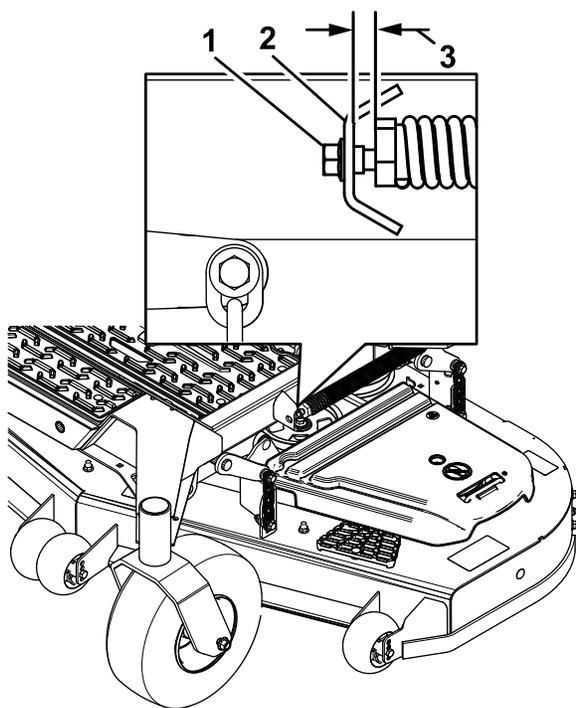

Figura 81
10. Slăbiți încet urubul de reglare al arcului de asistare pentru ridicare, până când putei îndepărta urubul (Figura 81).